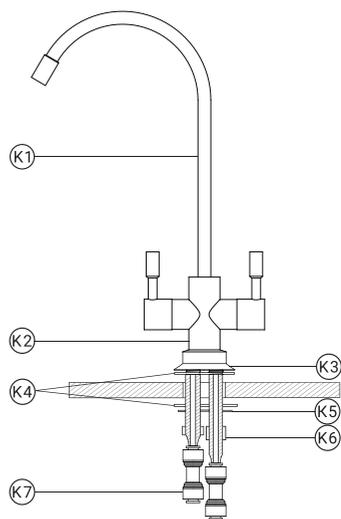

Рис. 18
2. Удалите транспортные заглушки и произведите монтаж крана (рис. 18) в следующей последовательности: